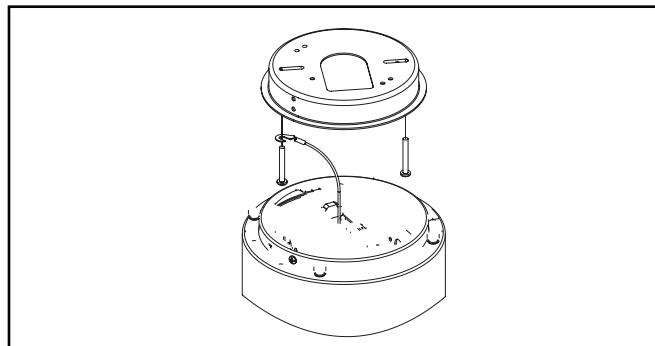

Figura 4.
4. Fije la correa debajo de un tornillo de montaje de la cajade conexiones. (Figura 4).
3. Fije la correa trasera de montaje de pared al tornillo de montaje de la caja de empalme, como se muestra en la Figura 4.